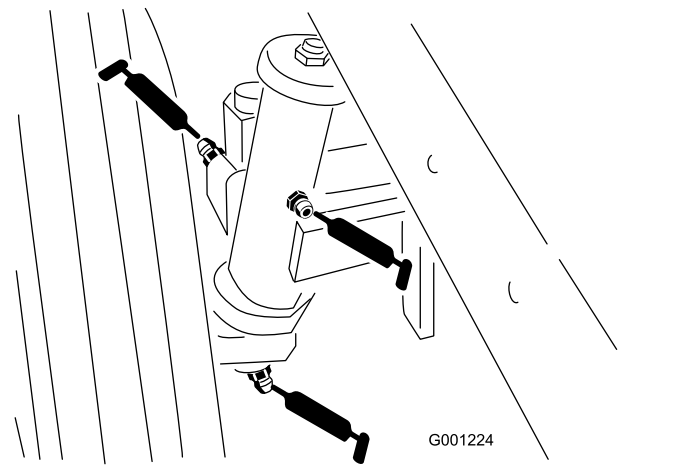

Figure 40
- Bagues de fusée de roue arrière (Figure 40)